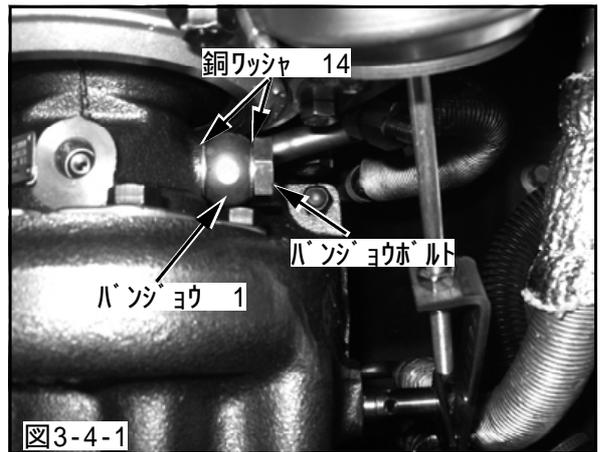

図3-4-1
- (1)銅ワッシャ 14, バンジョウボルトを使用して、バンジョウ 1をターボチャージャAssyに取付けてください。(P11×1, P13×1, P14×2)(図3-4-1)